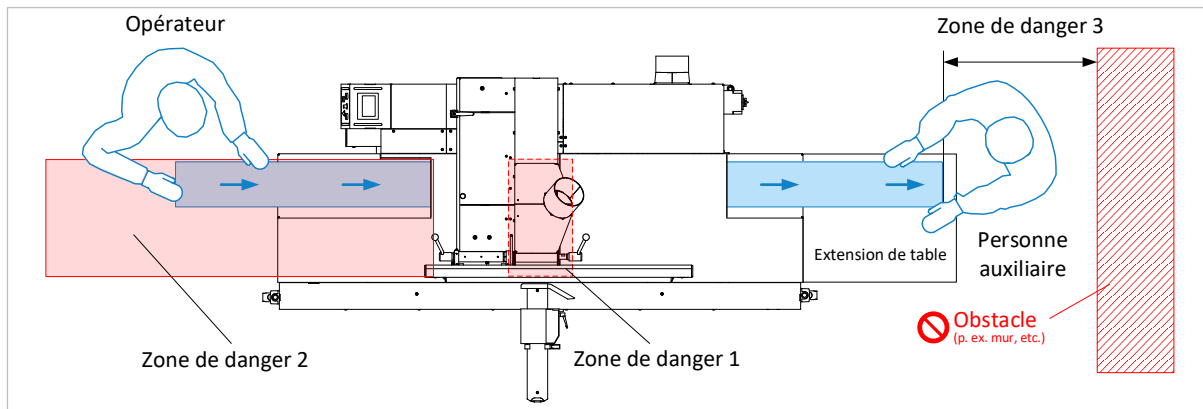

Figure 3 : zones de danger lors du rabotage d'épaisseur
- Lors du rabotage, l'opérateur de la machine doit généralement se tenir sur le côté de chargement de la machine, dans le sens de la coupe et avec le corps sur le côté de la table de la machine. Il est interdit de pénétrer dans la zone dangereuse 2 indiquée sur la ⇒ Figure 3 lorsque l'arbre porte-lames est en marche.